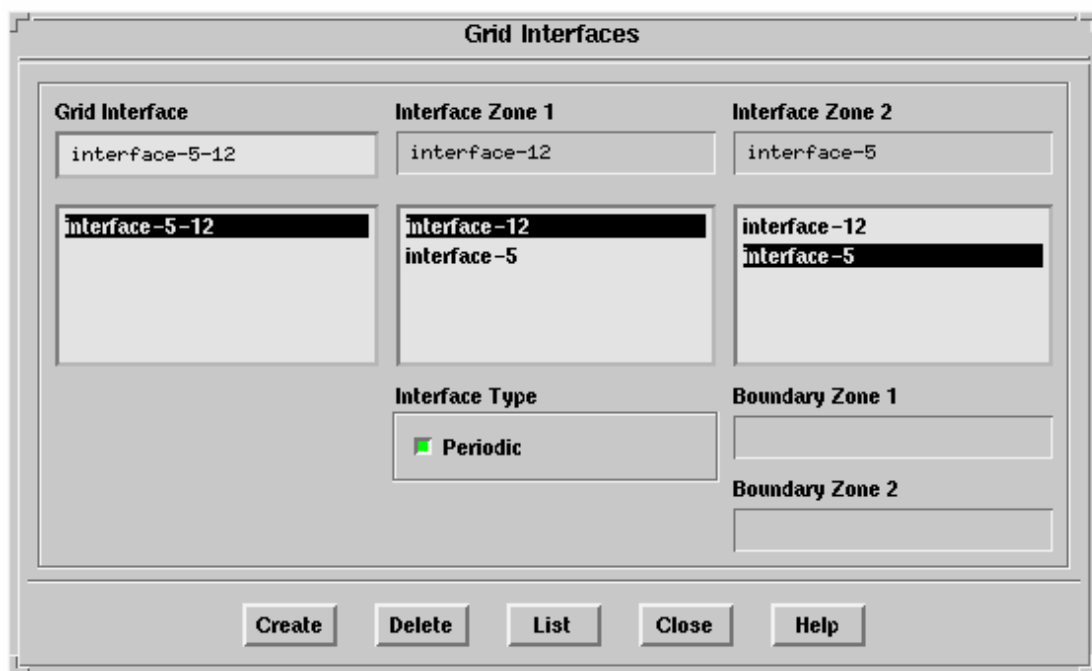

Figure 1: 网格界面面板
3. 在网格界面面板中定义非一致网格界面(Figure 1)，菜单为 Define/Grid Interfaces...。